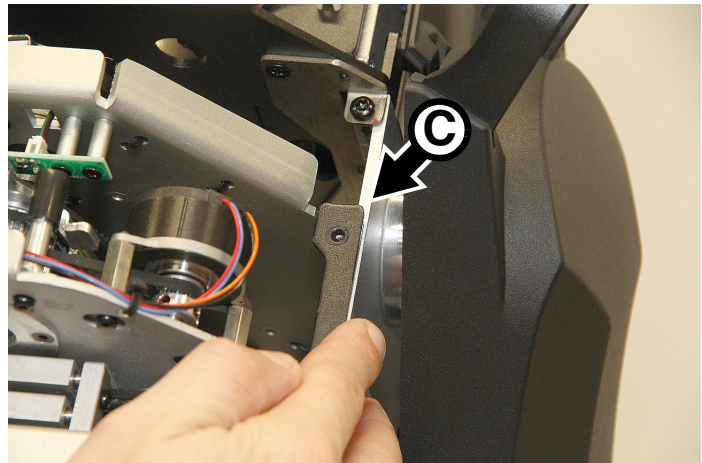

Bild 27: Montage der Halteleisten
10. Siehe Bild 27. Drehen Sie die Halteleisten C nach innen und befestigen Sie die Leisten mit den vier aufbewahrten Torx-Schrauben. Prüfen Sie den festen Sitz aller sechs Halteschrauben.